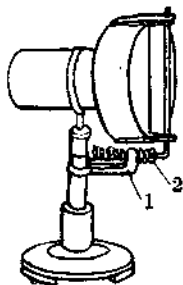

图 13
5. 前面第一点中提到的导向片装法是导向片向外转, 轴近罩壳的一种装法; 另外也有一种装法, 便是导向片朝罩壳方向转动(图 13), 那时套环要伸长出来。用这种装法, 可不用拨向杆和卡条, 而代之以螺旋形长弹簧, 效果也不差。